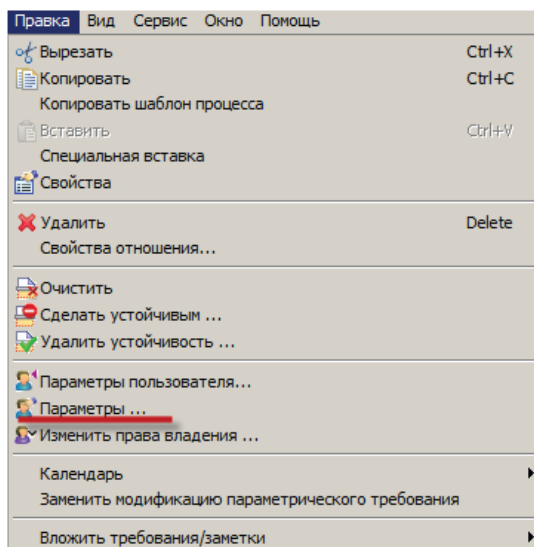

Рисунок 2.4 – Настройка параметров инструментария Teamcenter
- для этого нужно выбрать пункт основного меню **Правка > Параметры** (рисунок 2.4);